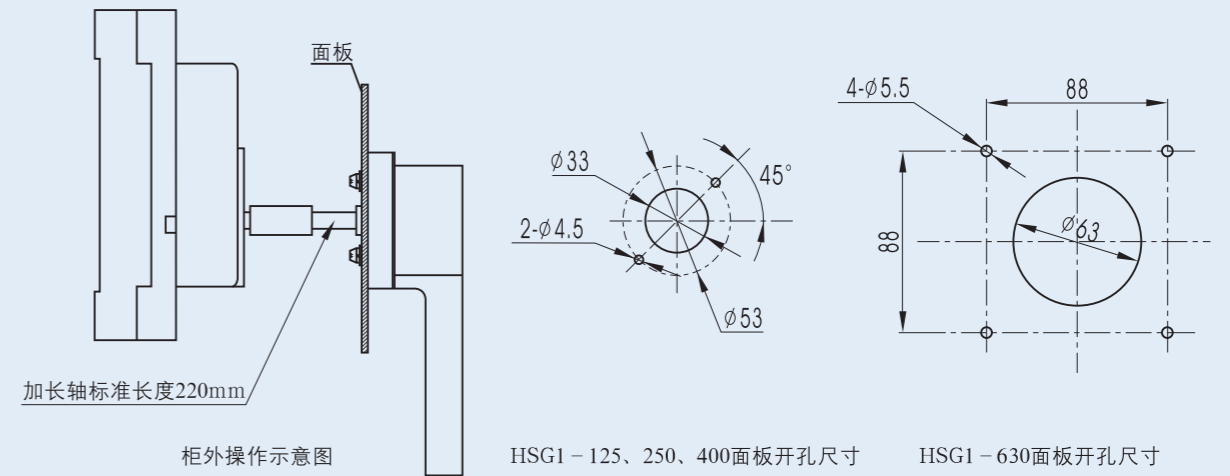

图4
4、HSG1—125、250、400、630柜外操作面板开孔尺寸见图4